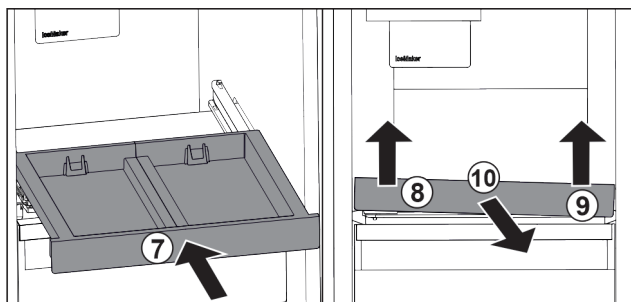

Fig. 25
- ▶ Zasuňte vyťahovaciu poličku. Fig. 25 (7)
- ▶ Nadvihnite vyťahovaciu poličku vpredu vľavo. Fig. 25 (8)
- ▶ Nadvihnite vyťahovaciu poličku vpredu vpravo. Fig. 25 (9)
- ▶ Odoberte vyťahovaciu poličku dopredu. Fig. 25 (10)